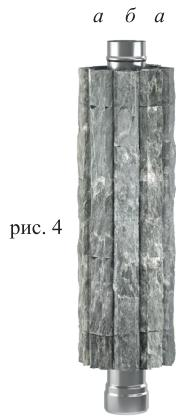

рис. 4
3. Установите направляющие с ламелями на кожух-каркас экономайзера (по порядку, указанному на рисунке (рис. 4), зацепив крючки направляющей из нержавеющей стали в отверстия на кожухе. Приложите направляющую с ламелями к кожуху-каркасу вертикально и опустите полосу вниз (рис. 5).